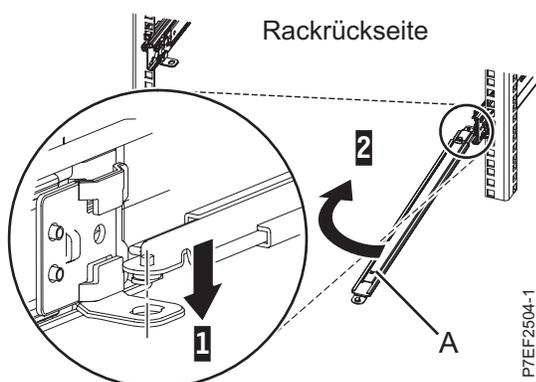

Abbildung 13. Stützarm anschließen
1. Der Kabelträger muss von der Rückseite des Servers gesehen an der rechten Seite des Servers installiert werden. Die folgende Abbildung zeigt die Installation des Kabelträgers auf der rechten Seite. Schließen Sie das eine Ende des Stützarms (A) an die rechte Schiene (1) an, damit Sie das andere Ende des Stützarms zur linken Seite des Racks schwenken können (2), wie in Abb. 13 dargestellt.